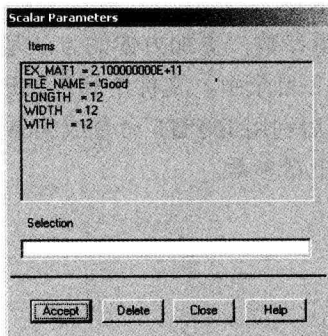

图 3-2 定义/赋值/删除变量对话框
另外一种是利用菜单路径 Utility Menu>Parameters>Scalar Parameters 进行定义与赋值变量的方法。选择该菜单路径，弹出如图 3-2 所示的定义/赋值/删除变量对话框，在对话框中的 Selection 文本输入框中利用“=”格式输入变量定义与赋值表达式，然后单击 Accept 按钮，定义成功的变量将显示在 Items 的列表框中（这里显示的变量包括其他所有方法定义的变量）。
(1) 菜单删除：选择菜单 Utility Menu>Parameters>Scalar Parameters，弹出如图 3-2 所示